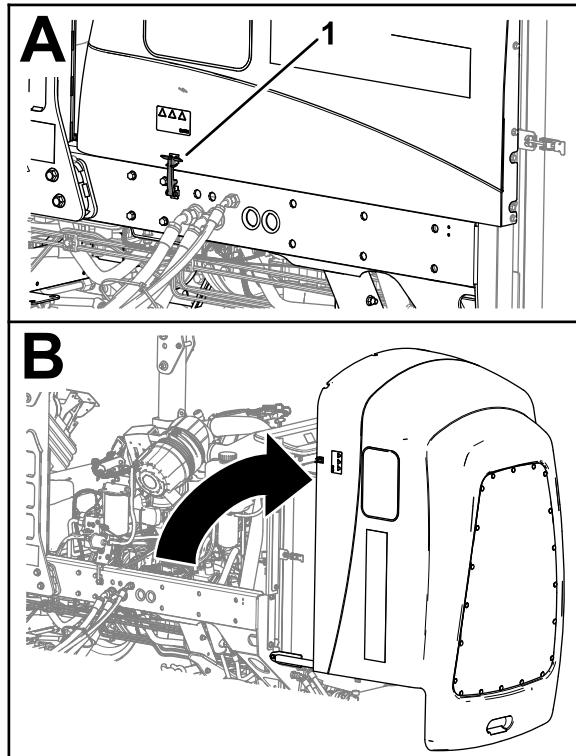

Figure 60
1. Ouvrez les 2 verrous du capot (Figure 60).